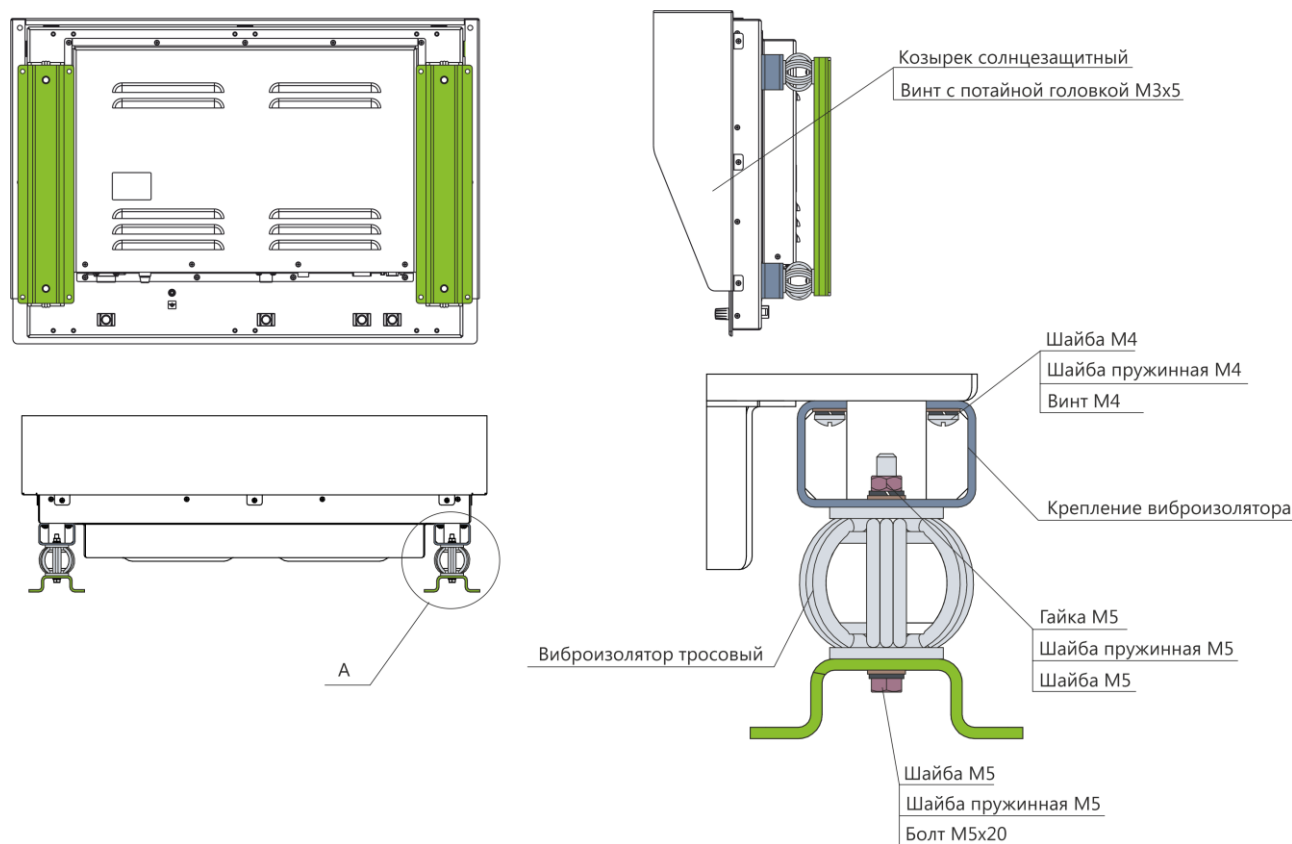

Рисунок 7 – Настенный монтаж
5) настенный монтаж на нерегулируемом кронштейне (см. рисунок 7) представляет собой крепление изделия к поверхности с помощью кронштейнов и монтажного комплекта метизов.